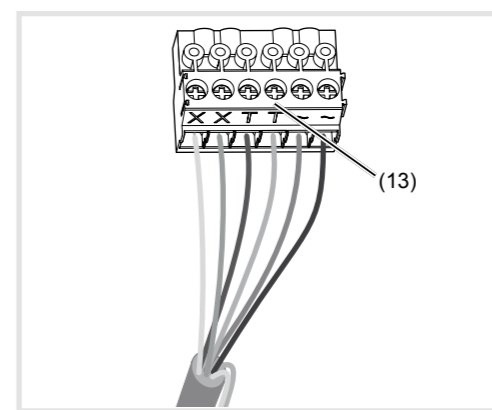

Bild 7: verdrahteter Anschluss-Klemmblock
- Anschluss-Klemmblock (13) vom Videoeinsatz nach unten hin abziehen.
- Adernpaar der 2Draht Busleitung an die Klemmen XX des Anschluss-Klemmblocks anschließen (Bild 7).
- Gegebenenfalls Türöffner-Leitung an die Klemmen TT des Anschluss-Klemmblocks (Bild 7 und 8) anschließen.
- Für Ruftasten-Hinterleuchtung und Kameraheizung 12 V~ Zuleitung vom Netztransformator an die Klemmen ~~ des Anschluss-Klemmblocks anschließen (Bild 7).